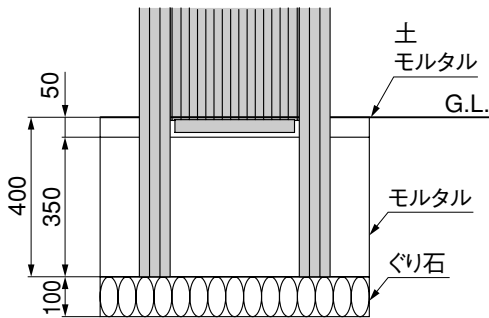
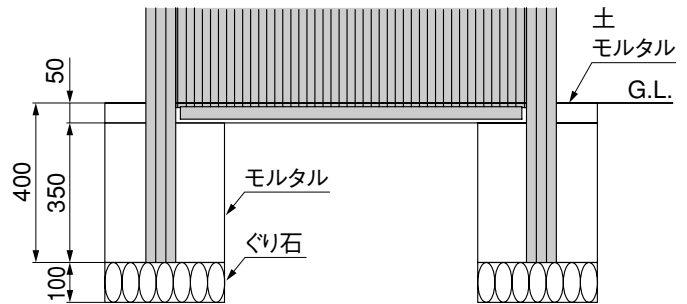

図7-1 W04
図7-2 W10
- 柱を基礎部に垂直に立て、モルタルを充てんしてください。(図7-1, 図7-2参照)